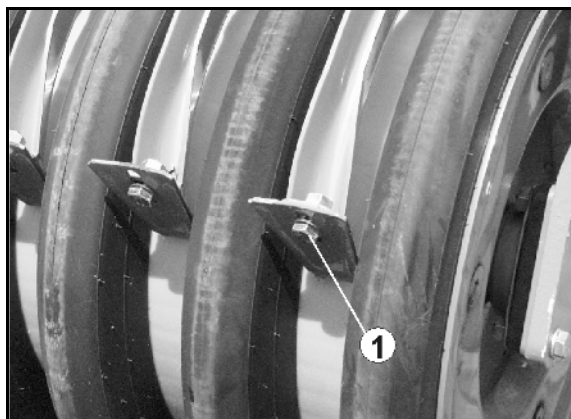

Рис. 47
2. Ослабьте винт (Рис. 47/1) под скребком.